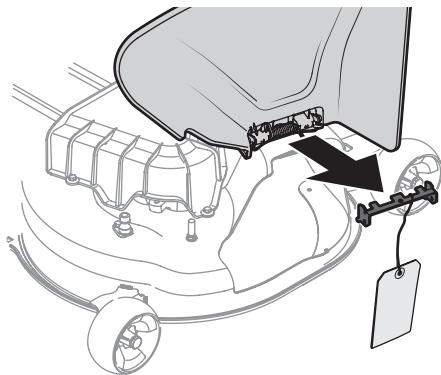

Figura 2-15
- Sosteniendo el canal deflector totalmente hacia arriba, extraiga la traba de seguridad. Baje el canal deflector y descarte la traba de seguridad. Consulte la Figura 2-15.